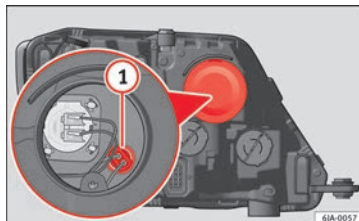

Fig. 144 Substituição da lâmpada da luz de presença.
- Remova a tampa protetora » **Fig. 144**.
- Extraia o porta-lâmpadas » **Fig. 144** ① puxando para fora.